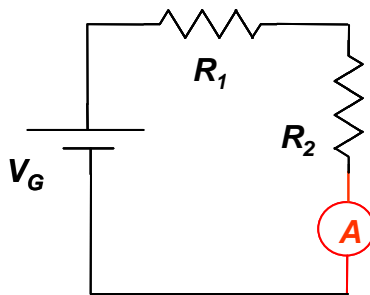

Figura 3.8. Circuit per mesurar un corrent amb l'amperímetre.
3. Considera el circuit de la figura 3.8 sense l'amperímetre, i amb  $V_G = 10 V$ ,  $R_1 = 220 \Omega$  i  $R_2 = 100 \Omega$ . a) Calcula el corrent que circularà per la malla. b) Calcula la caiguda de tensió que hi hauria en la resistència  $R_2$ .
Munteu el circuit de la figura 3.8 amb  $V_G = 10 \text{ V}$ ,  $R_1 = 220 \ \Omega$  i  $R_2 = 100 \ \Omega$ . Mesureu el corrent amb l'amperímetre.